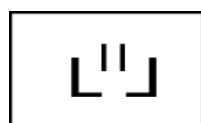

Fig.14
- Durante el proceso de llenado de agua se visualiza "COMPLETE". (Fig. 14)